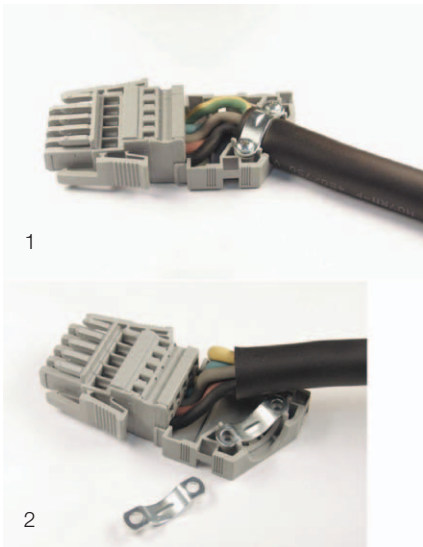

Abb. 79: Anschlussstecker mit Zugentlastungsgehäuse
- Führen Sie die Leiter im Zulentlastungsgehäuse, wie in Abb. 79 dargestellt, und fixieren Sie das Anschlusskabel mit Hilfe einer Kabelschelle am Zulentlastungsgehäuse.
Um eine ausreichende Zugentlastung auch bei Leitungen mit einem Durchmesser  $< 12$  mm zu gewährleisten, ist das Einlegen einer zweiten Kabelschelle unter der Leitung erforderlich (Abb. 79, Pos. 2).